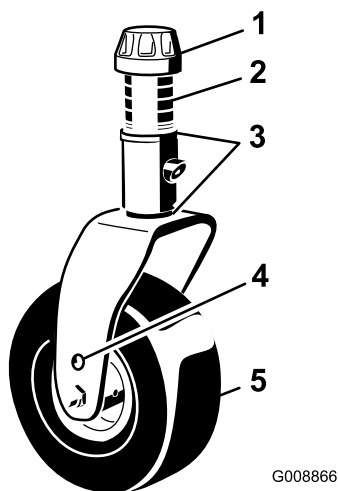

Figura 28
3. Ajuste os calços de 3 mm na(s) forquilha(s) da roda giratória de forma que coincidam com altura de corte fixada no autocolante (Figura 28); consulte Ajuste da inclinação da plataforma do cortador \(página 72\).